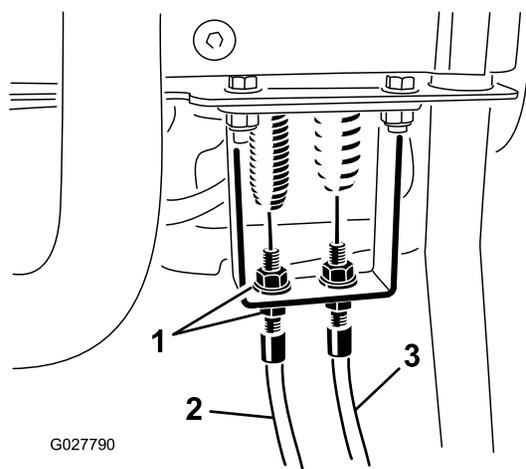

图50
3. 在控制手柄隔板上放松滚刀控制装置拉线直至拉线松弛图50。